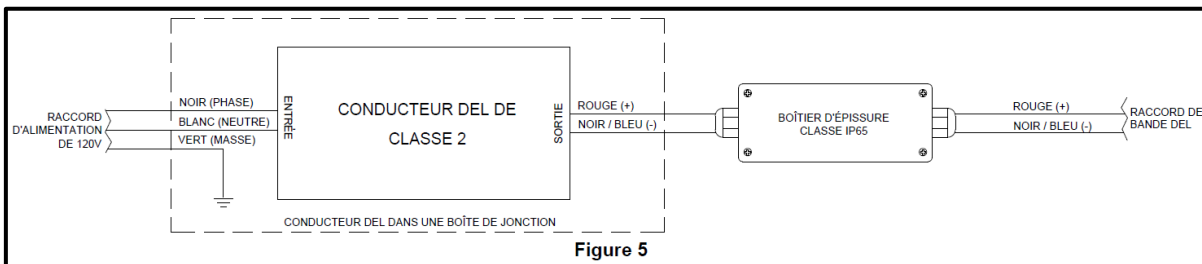

Figure 5
- Les bandes DEL pour emplacements humides sont fournies avec des câbles de 3 pieds (90 cm) de long. S'il est nécessaire d'avoir des fils plus longs, une boîte d'épissure IP65 approuvée peut être utilisée pour effectuer le raccordement prolongé à la bande DEL (Figure 5).